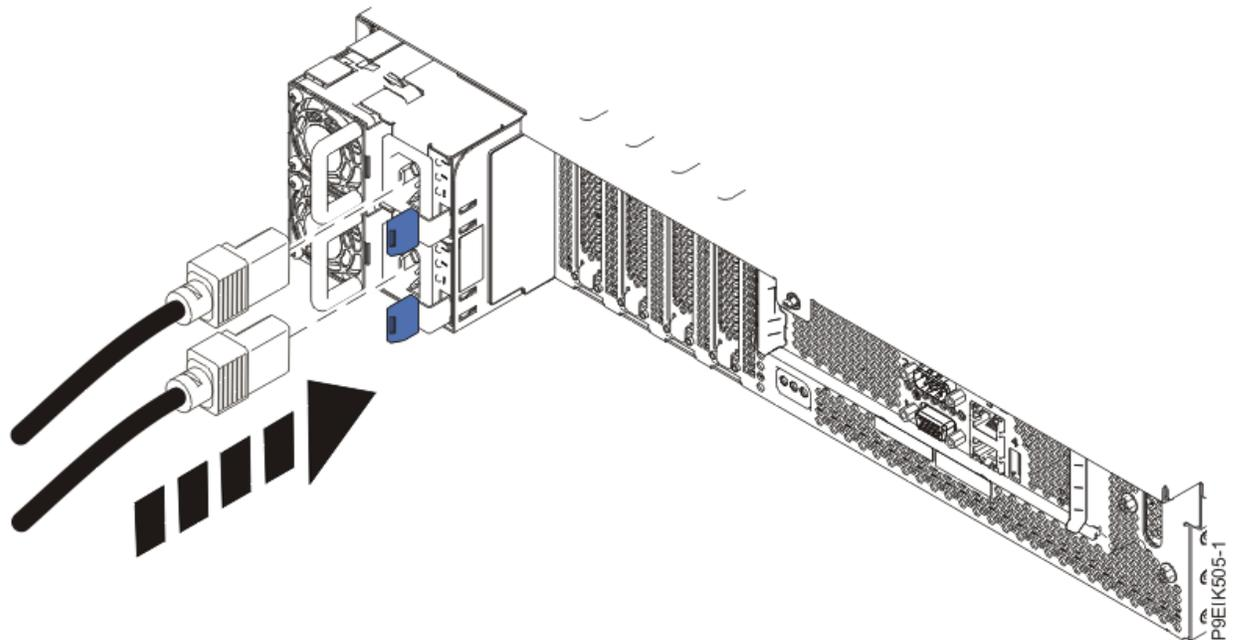

Figure 71. Branchement des cordons d'alimentation au système
2. A l'aide des étiquettes, reconnectez les cordons d'alimentation à l'unité centrale comme indiqué dans la Figure 71, à la page 114.